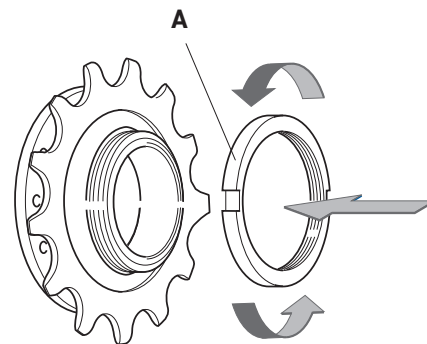

図8
- ・ ハブ・ボディーのねじ山にロック・リング (A - 図8) をセットし、動かなくなる位置まで反時計回りに回して取り付けます。